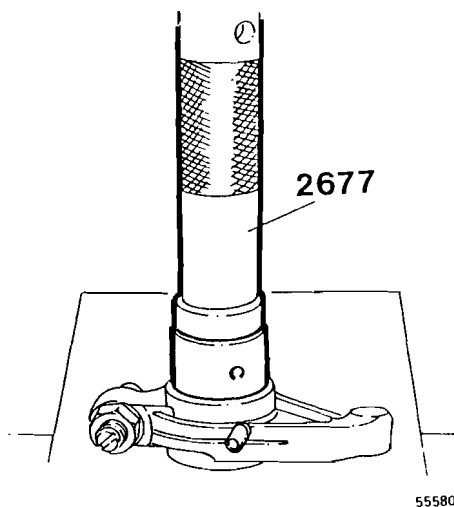

Fig. 78
- 5 Introducir el nuevo casquillo con el mandril 2677, véase la fig. 78. Asegurarse de que el orificio de aceite coincide con el canal de aceite del balancín.